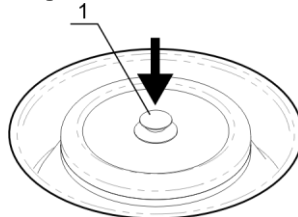

Fig. 2. Installation du couvercle du rotor
- placez le couvercle du rotor sur le rotor en appuyant fermement sur le support du couvercle (fig.2/1).